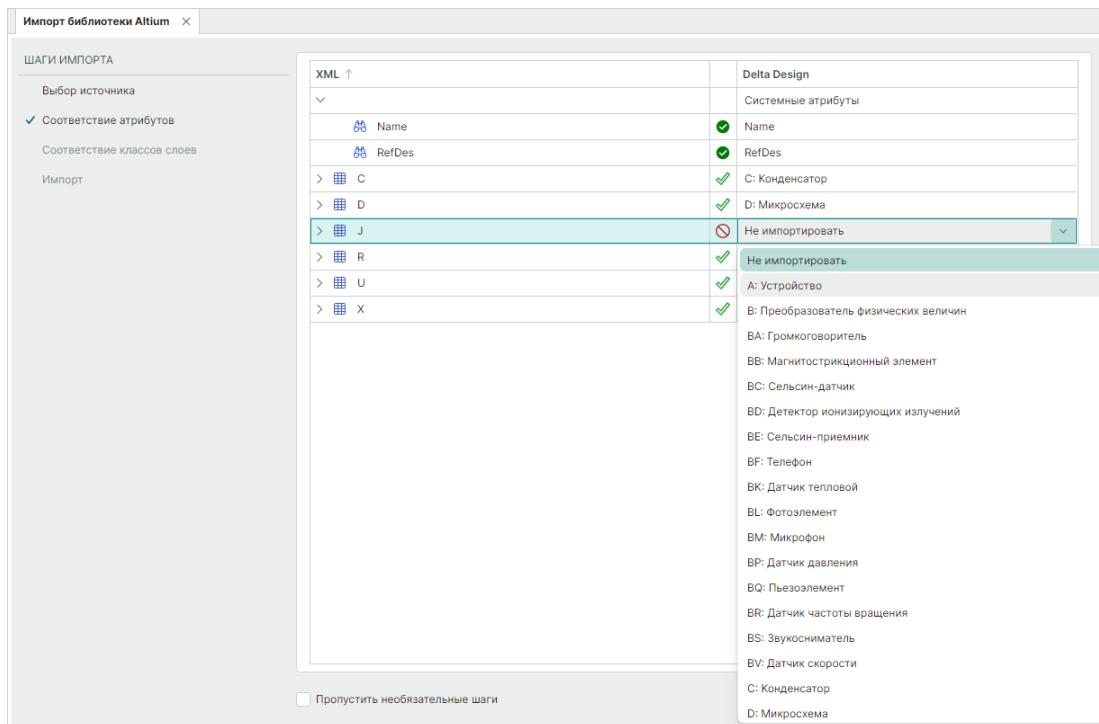

Рис. 10 Выбор семейств и сопоставление атрибутов
4. На этапе «Соответствие атрибутов» задайте в таблице соответствие атрибутов и семейств, см. Рис. 10.